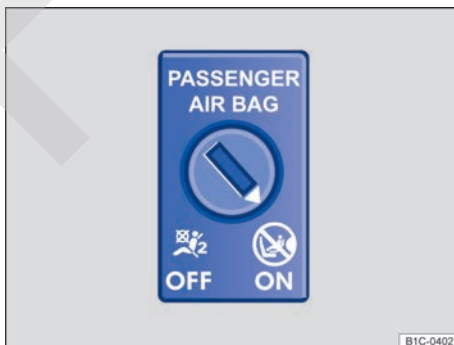

Fig. 61 En el lateral del tablero de instrumentos del lado del acompañante: conmutador de llave para activar y desactivar el airbag frontal del acompañante.
- Introduzca el paletón totalmente desplegado en el conmutador situado en un lateral del tablero de instrumentos → fig. 61 hasta el segundo encastre. Aprox. 3/4 del paletón de la llave se encuentran entonces dentro del conmutador → ⓘ.